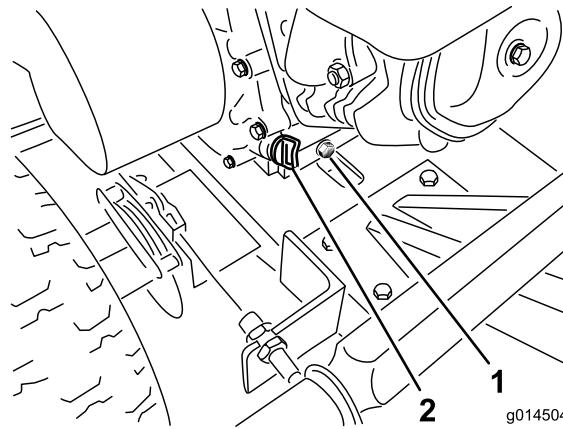

Figure 16
- Retirez le bouchon de vidange et vidangez l'huile par la fente du châssis (Figure 16).
- Enlevez le bouchon de remplissage et versez lentement environ 80% de la quantité d'huile spécifiée dans le moteur (Figure 16).